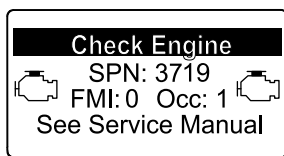

Figure 39
- Avertissement moteur SPN 3719, FMI : 0 (Figure 39)